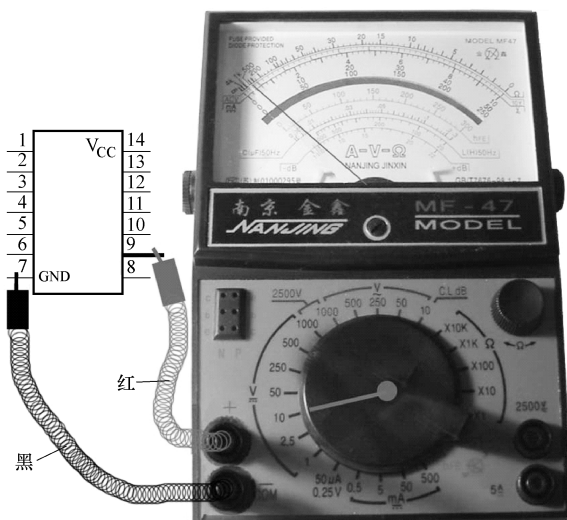

图 5-17 电压的检测
2) 电压的检测。当与非门的输入端悬空时, 相当于输入高电平, 此时其输出端应为低电平, 根据这一点可进一步核实它的输出引脚。具体方法是, 将万用表置于直流 10V 挡, 测量输出引脚的电压值, 此值应低于 0.4V , 如图 5-17 所示。